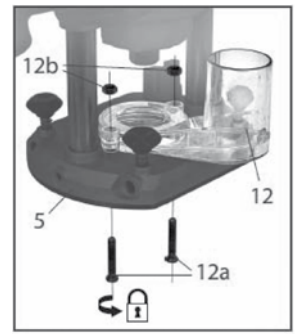

рис.3
- расфиксировать рычаг вертикального положения (рис.1 поз.3) для того, чтобы максимально увеличить рабочее расстояние между суппортом и опорной плитой (рис.3 поз.5);
- отцентрировать отверстия на патрубке пылеотвода (рис.3 поз.12) относительно отверстий опорной плиты;
- зафиксировать положение патрубка при помощи винтов (рис.3 поз.12а) и гаек (рис.3 поз.12b).